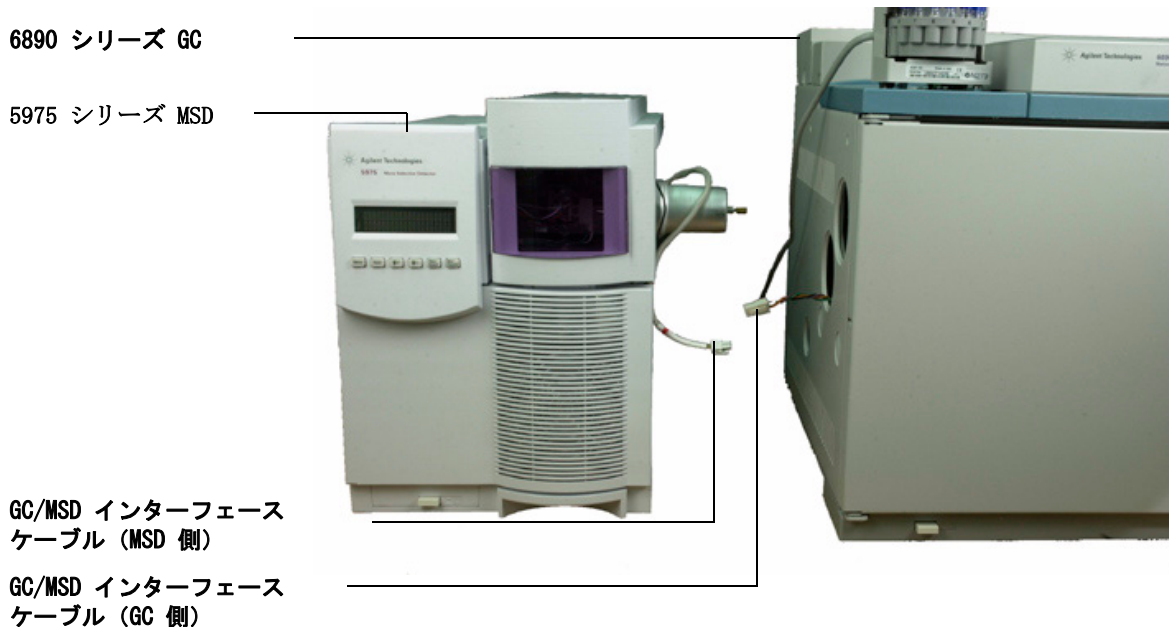

図 8 MSD と GC を接続する
- 2 図 8 のように、GC/MSD 接続ケーブルの両端を接続します。
- 3 図 8 のように、MSD を GC の近くに注意して置きます。